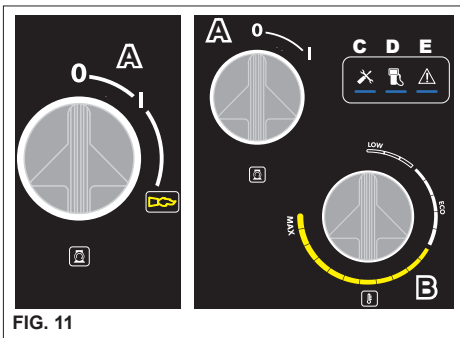

FIG. 11
3) Starta tvättaggreatet genom att vrida strömbrytaren till läge "I" (fig. 11 A).
**Nollställ de blinkande genom att vrida huvudströmbrytaren "A", fig. 11, till läge "0" och sedan till läge "I".**
**Efter avslutad användning av "ångfasen", vrid termostattvredet "B" till läge "0" (fig.11), låt apparaten svalna i ca 3 minuter med pistolen öppen.**